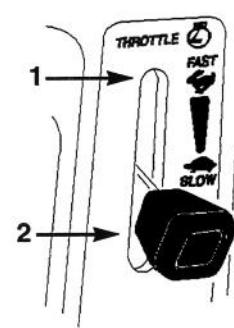

Figure 4
5. Placer la manette des gaz sur "FAST" (RAPIDE) (Fig. 4).
7. Quand le moteur a démarré, déplacer le starter à la position "OFF" et déplacer lentement la manette de commande des gaz jusqu'à la position désirée (Fig. 4). Si le moteur cale ou hésite, ramener le starter sur "ON" pendant quelques secondes. Ramener ensuite la commande sur FAST. Renouveler l'opération le cas échéant.
1. Mettre la commande des gaz sur SLOW (LENT) (Fig. 4).